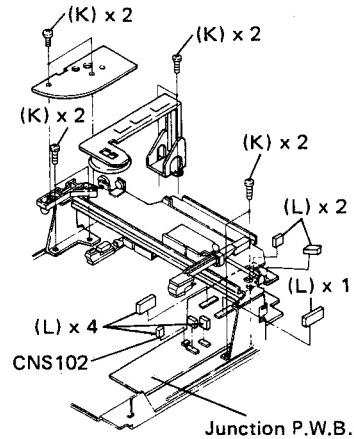

Figure 6-2
*2. Remove the socket CNS102 from the tonearm motor and supply +10V DC to it to move the tonearm until the position where the tonearm guide bracket may be taken out. See fig. 6-2.
*2.Den Anschluß CNS102 vom Tonarmmotor entfernen und diesem +10V Gleichspannung zuleiten, um den Tonarm bis zu der Position zu bewegen, an der die Tonarmführungs halterung herausgenommen werden kann. Siehe Abb. 6-2.
*2.Déposer la douille CNS102 du moteur du brad et l'alimenter en +10V cc pour déplacer le bras jusqu' à la position où la pate guide d bras peut être déposée. Voir la Fig. 6-2.